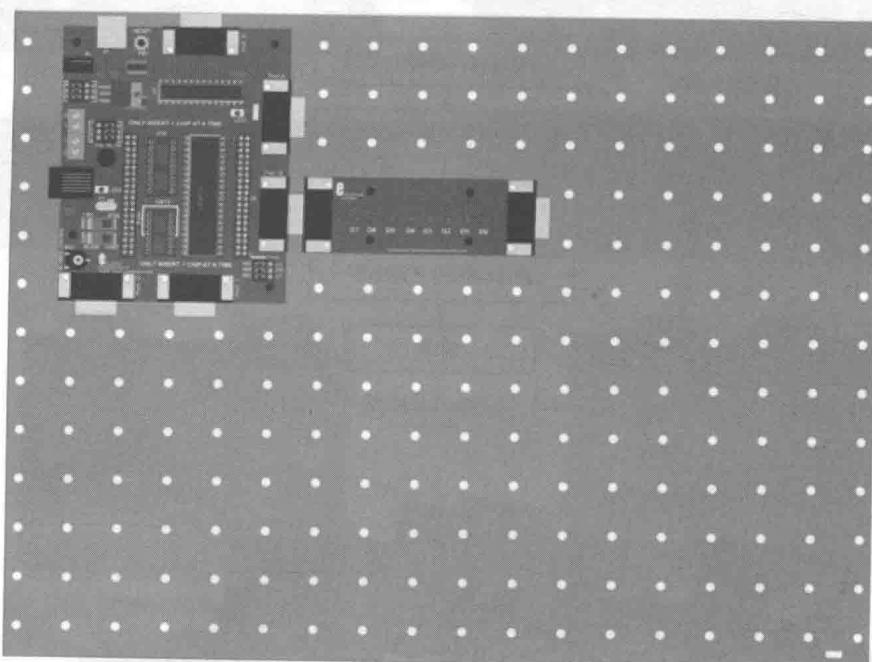

图 1-1-5 组合 1
① 适合于输出、延时、连接点、计算、循环学习，如图1-1-5所示。